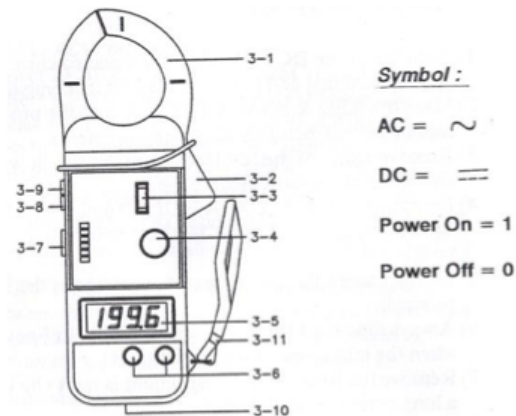

Fig. 1 Panel Frontal
5.1.3.1 VCD pulse el selector de función (3-8, Fig.1) para que quede deprimido ("—")
5.1.3.2 VCA pulse el selector de función (3-8, Fig.1) para que quede en posición alzada ("~")
5.2.3 Pulse el botón selector de función (3-8 Fig. 1) para que quede presionado, esto selecciona la opción para medir resistencia " $\Omega$ ".
5.3.1 Deslice el interruptor de encendido(3-3, fig.1) a la posición "ON"
5.3.2 Pulse el botón selector de función (3-8 Fig. 1) para que quede alzado, esto selecciona la opción para medir corriente alterna "~".
5.3.3 Seleccione el rango de corriente más apropiado para su medición con el interruptor (3-7, fig.1) 5.3.3.1 Si desconoce cuál es el valor máximo de corriente (DC) que va a medir, considere iniciar con escala más alta (1000 A) y luego ajuste al rango inferior (200 A) hasta que pueda tomar una lectura precisa.
5.3.4 Presione el "disparador" (parte 3-2 fig.1) para abrir las tenazas, el sensor de gancho y coloque las tenazas únicamente sobre el conductor que desea medir.
5.4.1 Deslice el interruptor de encendido(3-3, fig.1) a la posición "ON"
5.4.2 Pulse el botón selector de función (3-8 Fig. 1) para que quede presionado, esto selecciona la opción para medir resistencia ("—")
5.4.3 Seleccione el rango de corriente más apropiado para su medición con el interruptor (3-7, fig.1)
5.4.5.1 Mueva la perilla “DCA Zero Adj.” (3-4, fig.1) hasta que el valor en pantalla sea cero “0”.
5.4.6 Presione el gatillo (3-2, fig.1) para abrir las tenazas y colocar el únicamente el hilo del conductor dentro del gancho para tomar la lectura.
5.5.3 Pulse el botón selector de función (3-8 Fig. 1) para que quede presionado, esto selecciona la opción para medir diodo “ $\rightarrow$ ”
5.6.1 Pulse el botón de retención de datos “DATA HOLD” (3-9, fig.1) cuando desee mantener en pantalla los dígitos de la lectura actual.
5.6.1.1 Para activarlo presione el interruptor “DATA HOLD” (3-9, fig.1) de manera que al retirar su dedo este quede deprimido.
5.6.1.2 Para desactivarlo púlselo nuevamente asegurándose que el botón “DATA HOLD” (3-9, fig.1) quede elevado.
6.1.2 Usando un desarmador retire el tornillo de la tapa de la batería. (3-10, Fig.1)